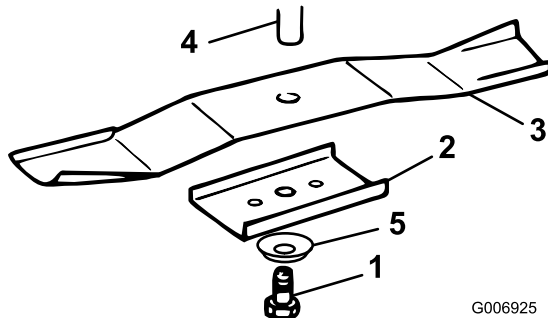

Figura 30
3. Retire el perno (llave de 5/8 pulg), la arandela curva, el retén y la cuchilla (Figura 30). Se puede insertar un bloque de madera entre la cuchilla y el cortacésped para bloquear la cuchilla mientras se retira el perno.
1. Instale cada cuchilla, el retén, la arandela curva (con la copa hacia la cuchilla) y el perno de la cuchilla (Figura 30).